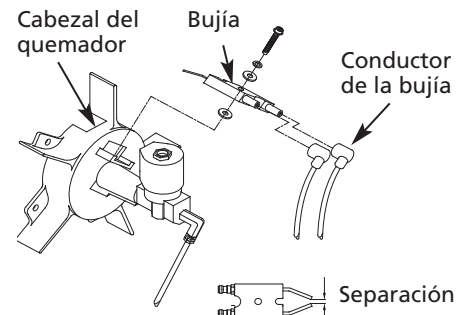

Figura 12 – Bujía
- Desconecte el conductor de la bujía de la bujía (consulte la Figura 12).